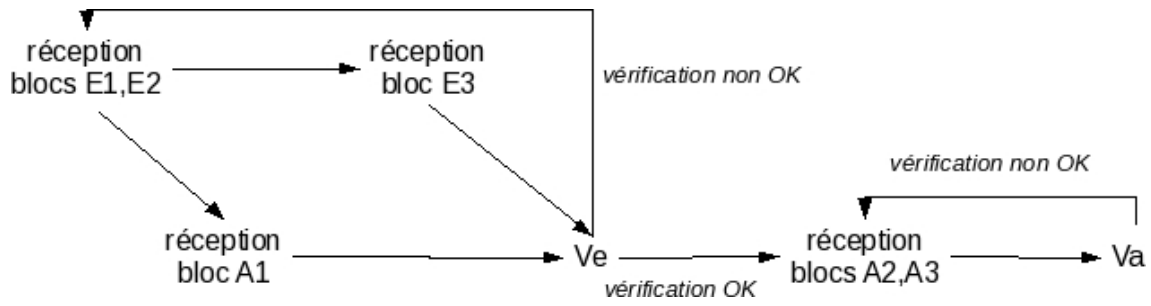

FIG. 1 – Paramétrage des robots
- Les paramètres de chaque phase sont reçus en un bloc. L'enchaînement des réceptions de blocs et des vérifications correspond au schéma donné en Figure 1.